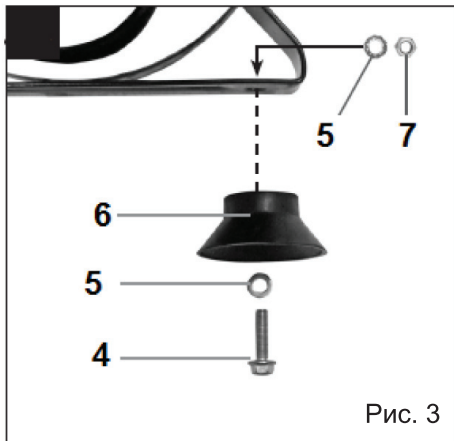

Рис. 3
- Установите на компрессор опорные ножки (Рис. 3).